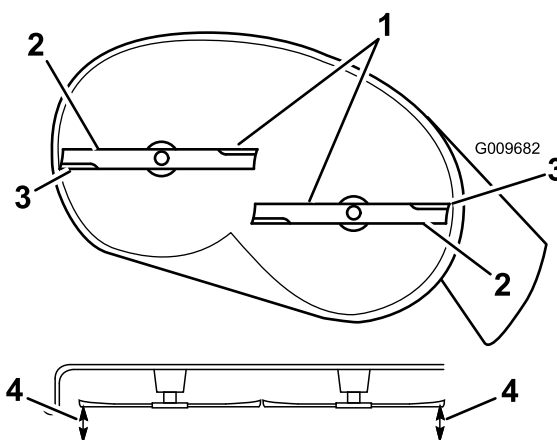
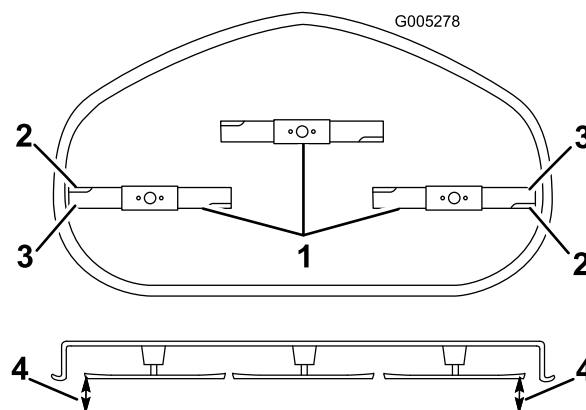

Bild 59
Bild 60
4. Drehen Sie die Messer vorsichtig, sodass sie alle seitlich gestellt sind (Bild 59 und Bild 60).
5. Messen Sie den Abstand zwischen den äußeren Schnittkanten und der ebenen Oberfläche (Bild 59 und Bild 60). Wenn beide Messwerte nicht innerhalb von 5 mm liegen, ist eine Einstellung erforderlich. Machen Sie mit diesen Schritten weiter.